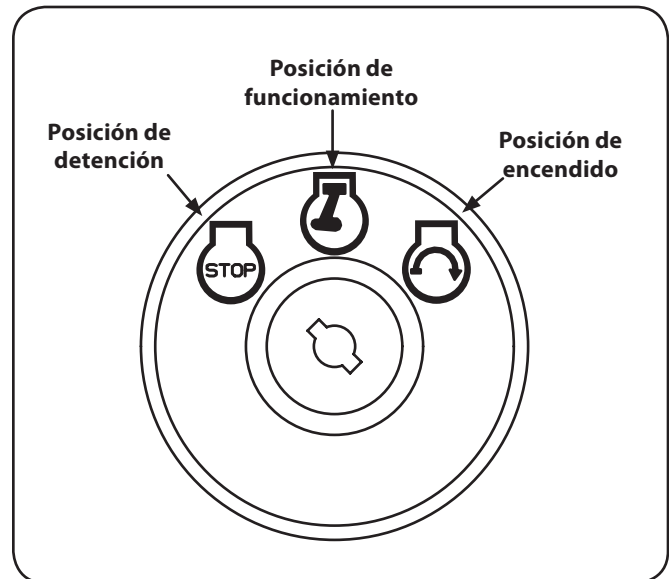

Figura 5-1
2. Mueva la palanca de cambios a la posición neutral (N).
5. Gire la llave de encendido en el sentido de las agujas del reloj hasta la posición START (encendido). Una vez que arranque el motor, suelte la llave. Volverá a la posición RUN (funcionamiento). Vea la Figura 5-1.